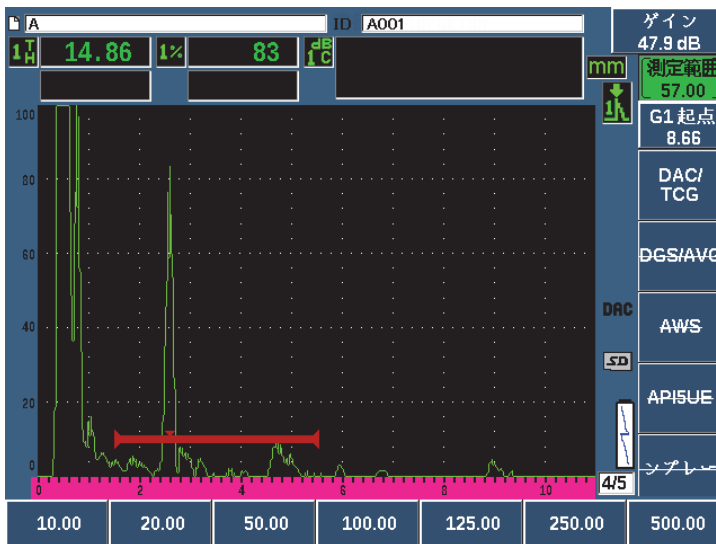

図 11-3 最初の DAC 設定ステップ
3. DAC カーブの 1 番目の反射源が画面の左側に来るように測定範囲を設定します (244 ページの図 11-3 参照)。